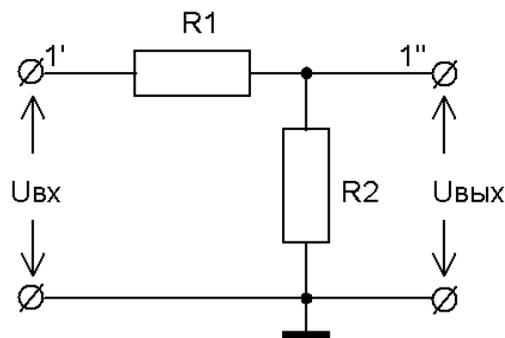

Рисунок 13 – Схема измерения параметров пассивного четырёхполюсника
1. Собрать схему пассивного четырёхполюсника из резисторов стенда (рисунок 13). Используя источник напряжения и осциллограф в качестве вольтметра, измерить коэффициент передачи четырёхполюсника \dot{K}_u по напряжению в режиме холостого хода (без нагрузки)